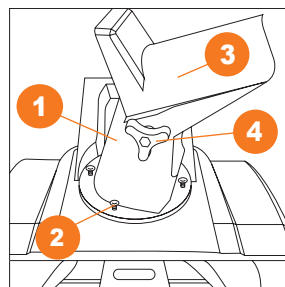

Рис. 9
- Установите трубу выброса снега **1** и зафиксируйте её четырьмя винтами **2** в основании крепежа для трубы выброса (Рис. 9).
- С помощью дефлектора **3** отрегулируйте дальность выброса снега и зафиксируйте его барашковым винтом **4** (Рис. 9).